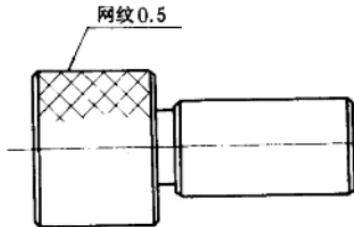

图 9
7. 图 9 中所注文字的含义为\_\_\_\_\_花纹,花纹的\_\_\_\_等于 0.5 毫米。